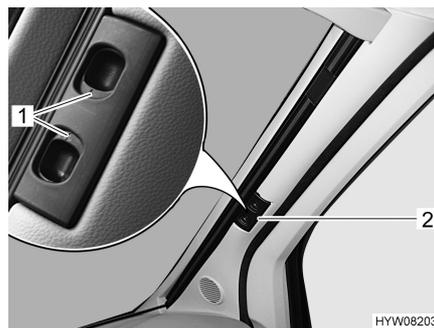

Fig. 17 Estor plegable para la luna delantera
- Presionar los tiradores de desbloqueo (Fig. 17,1) y mantenerlos presionados.
- Tirar el estor plegable para la luna delantera del tirador (Fig. 17,2) hacia el centro de la ventana.
- Empujar ambas mitades del estor plegable para la luna delantera en el tirador (Fig. 17,2) hacia afuera, hasta el tope.
- Soltar los tiradores de desbloqueo (Fig. 17,1) y dejar que engatillen.